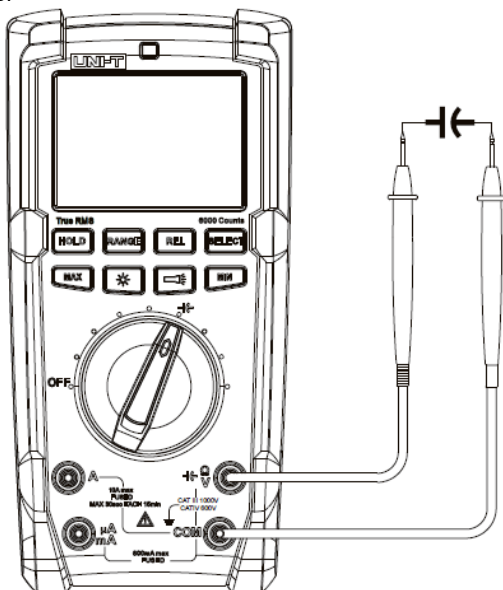

Рисунок 6
**9.5. Измерение емкости (см. рисунок 6)**